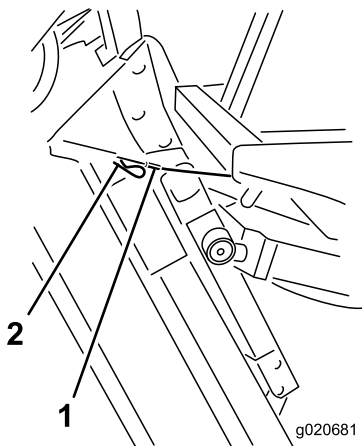

Bild 105
6. Halten Sie das Mähwerk dann in der aufrechten Stellung, bringen das Kabelende über dem Stift am Mähwerkhubarm an und befestigen es mit einem Splint (Bild 105).